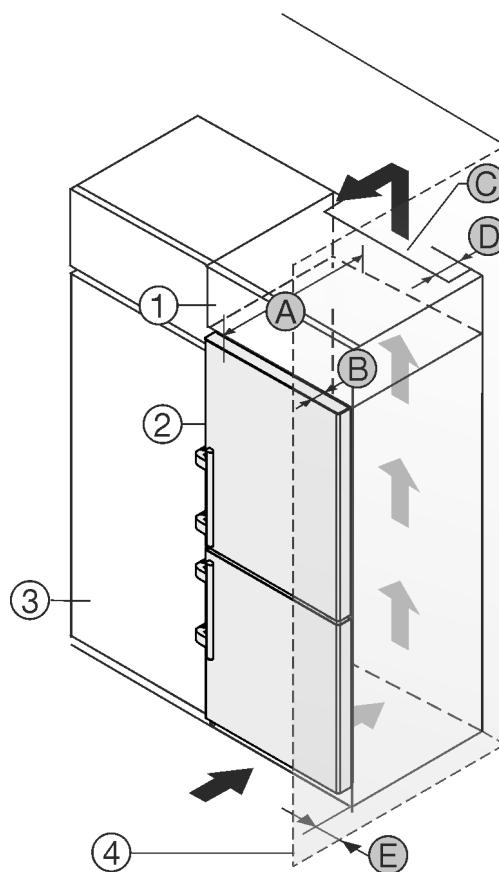

Fig. 51
Перед встановленням пристрою можна змінити його конструкцію відповідно до кухонної шафи. Щоб привести висоту пристрою Fig. 51 (2) у відповідність із розмірами кухонної ніші, можна встановити на нього спеціальну шафу Fig. 51 (1).
Пристрій можна встановлювати безпосередньо поряд із кухонною шафою Fig. 51 (3). Щоб мати можливість повністю відкривати дверцята, потрібно, щоб пристрій стояв на відстані глибини Fig. 51 (B) відносно передньої панелі кухонної шафи. Залежно від глибини кухонної шафи та використання пристінних розпірок пристрій може ще більше видаватися вперед.
- Глибина Fig. 51 (D) вільного простору вздовж усієї задньої сторони шафи повинна бути.
- Слід дотримуватись вентиляційного отвору Fig. 51 (C) в стелі приміщення.
Якщо пристрій з шарнірами встановлюється поряд зі стінкою Fig. 51 (4), слід дотримуватись відстані Fig. 51 (E) між пристроєм та стінкою. Це відповідає необхідній відстані для ручки після відкривання дверцят.